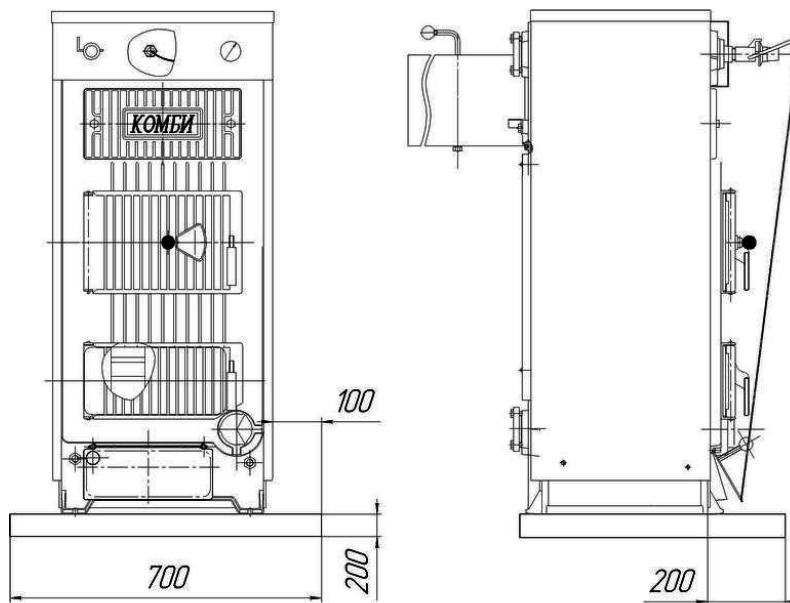

Рис. 5.1 Размеры цоколя
5.2 Установка котла должна быть произведена на полу из негорючего материала, см. рис. 5.1, или на негорючую подставку, которая должна быть шире по периметру на 100 мм, чем основание котла. Если котел расположен в подвале, рекомендуется его устанавливать на цоколь высотой не менее 50 мм.